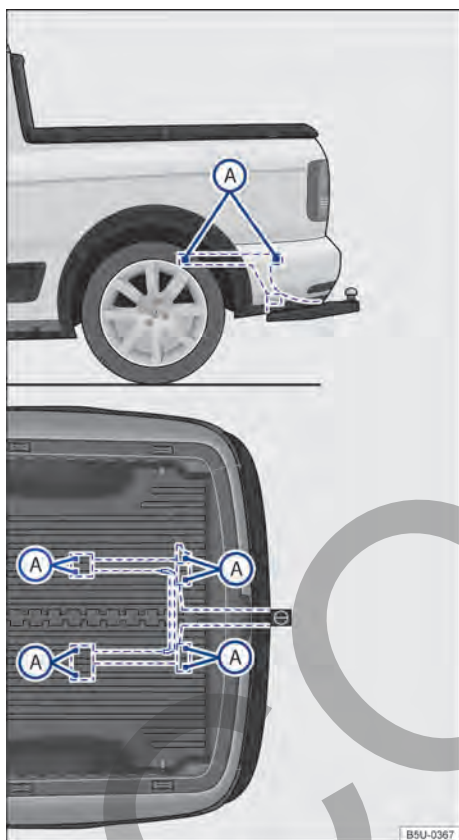

Fig. 167 Puntos de fijación para el montaje posterior de un enganche para remolque.
La figura → fig. 167 muestra, a modo de ejemplo, el punto de fijación para montar un dispositivo de remolque del modelo Nueva Saveiro.
El montaje posterior de un dispositivo de remolque deberá ser efectuado de acuerdo con las instrucciones del respectivo fabricante del enganche, siempre respetando los puntos de fijación indicados en la → fig. 167 (A).